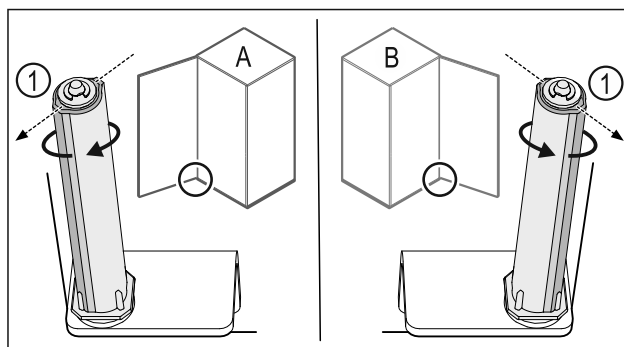

Fig. 38 Hapja majtas (A) / Hapja djathtas (B)
- ▶ Rrotulloni sistemin e mbylljes kundër rezistencës, derisa shufra e sistemit të mbylljes Fig. 38 (1) të jetë drejtuar nga jashtë.